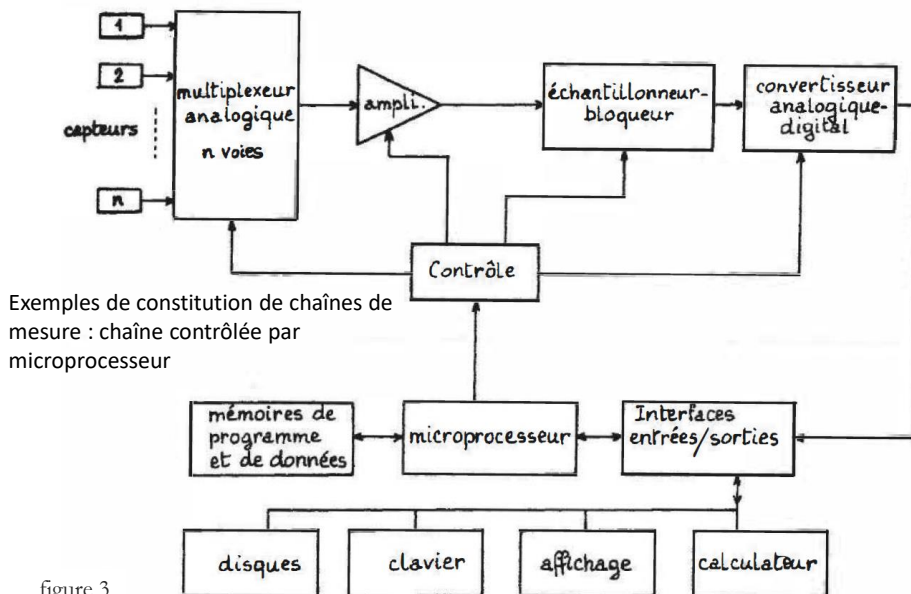

figure 3
- multiplexeur, amplificateur d'instrumentation programmable, échantillonneur bloqueur, convertisseur analogique - numérique lorsque l'information doit être traitée par ordinateur (*figure 3*) ;